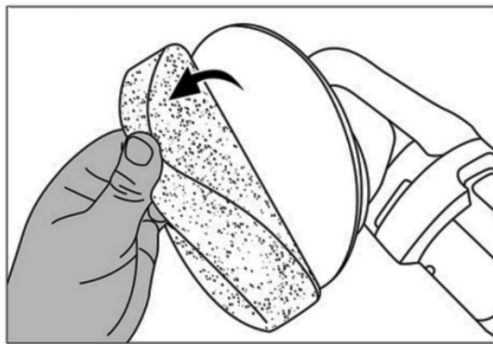

Рисунок 4. Зняття полірувальної насадки.
2. Легко потягнути (рис. 4) край насадки у напрямку від поверхні полірувальної платформи, повністю роз'єднавши петлево-гачковий замок (липучку).